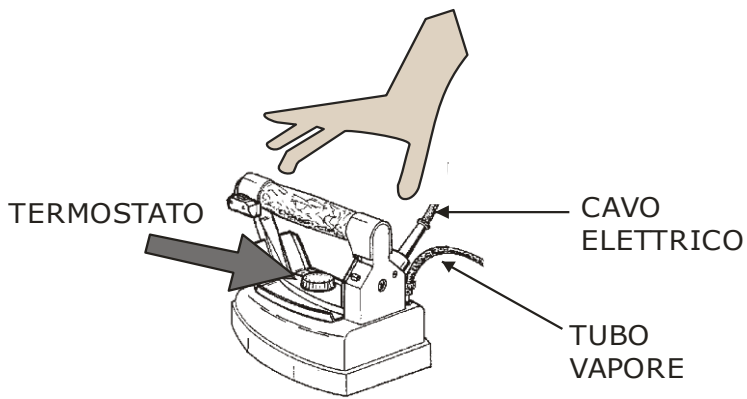

Fig. 4
4. Per la stiratura a secco si può regolare il termostato (fig. 4) sulle varie posizioni, secondo il tipo di tessuto che si vuole stirare (fare riferimento quindi alle indicazioni apposte sui capi). Per lo stiro a vapore si deve regolare il termostato sulla posizione "cotone" o "lino".